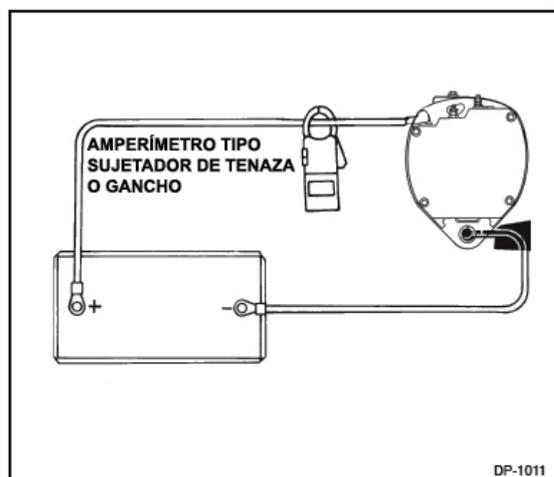

Figura 1-11. Amperímetro de Gancho.
3. La Figura 1-11 muestra un amperímetro de gancho, el tipo más común de medición de corriente usado en este manual. Asegúrese que el indicador marque cero antes de su uso y que las mordazas estén completamente cerradas durante la medición. Coloque las tenazas alrededor del cable, con la flecha en dirección al flujo de la corriente, para medir toda la corriente.